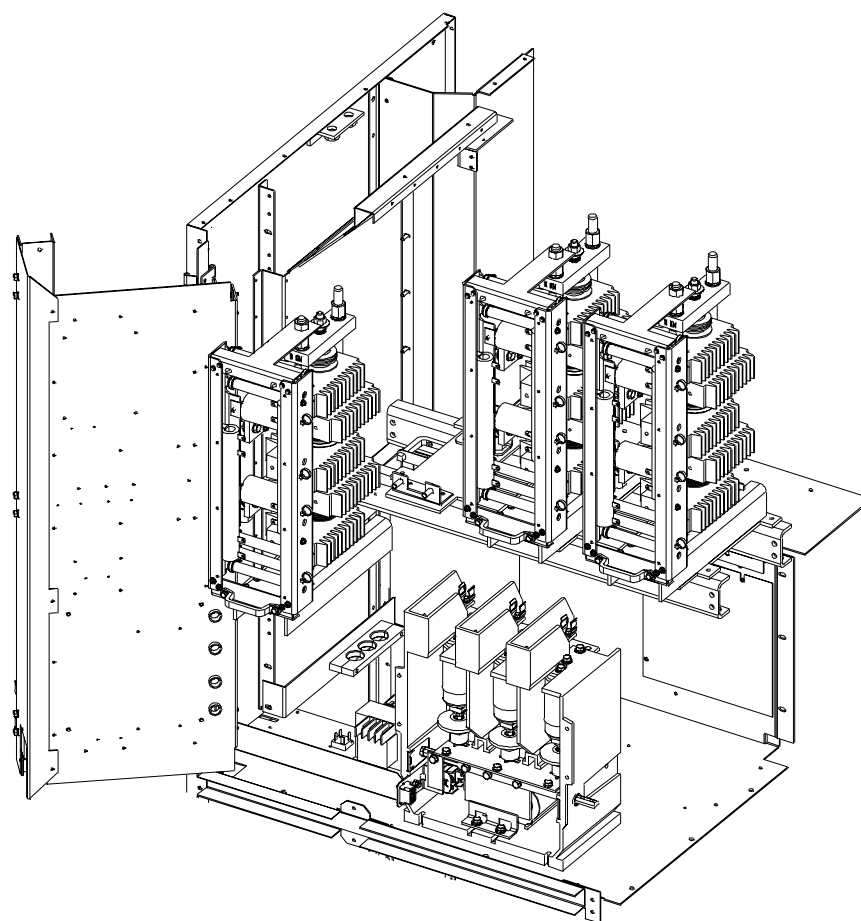

Figure 9.4 – Panneau basse tension supérieur et détail de la cellule d'alimentation (1562E) • 2 400 à 4 160 V, 180/360 A
2. L'entretien du module de la phase A peut nécessiter le retrait du panneau d'accès de la section de moyenne tension et le pivotement du panneau de basse tension (pour les unités de 36 po à deux sections seulement); voir le panneau de basse tension, Fig. 9.4.